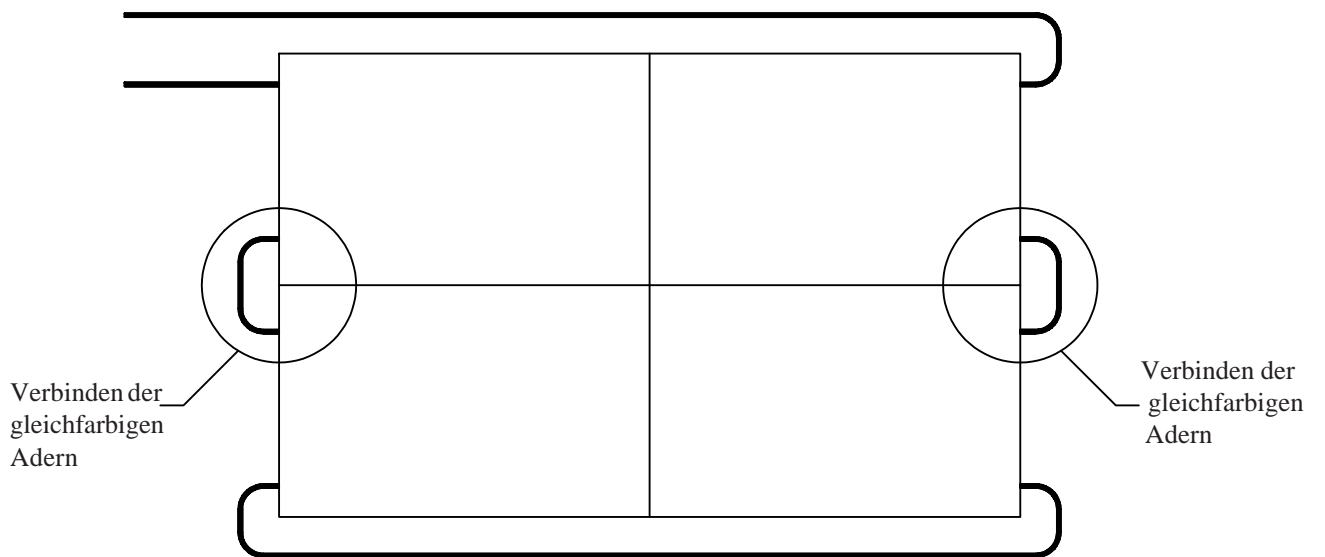

Abbildung 12 - Serielle Verbindung der Signalgeber
Schritt 1: Legen Sie die Bodenplatte in die gewünschte Position. Legen Sie den / die Signalgeber auf die Bodenplatte (siehe Abbildung 12 für serielle Verbindung mehrerer Signalgeber).